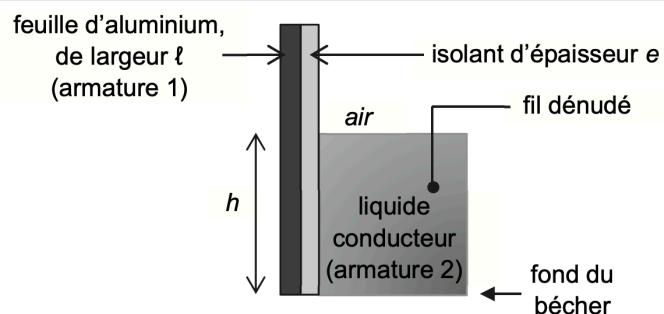

Figure 3. Schéma du dispositif expérimental
On souhaite étudier en laboratoire le principe de ce capteur et l'influence de la hauteur de liquide sur le comportement d'un tel condensateur en réalisant le montage représenté sur la figure 3 :
- le dispositif expérimental de la figure 3 jouant le rôle d'un condensateur de capacité  $C$  ;